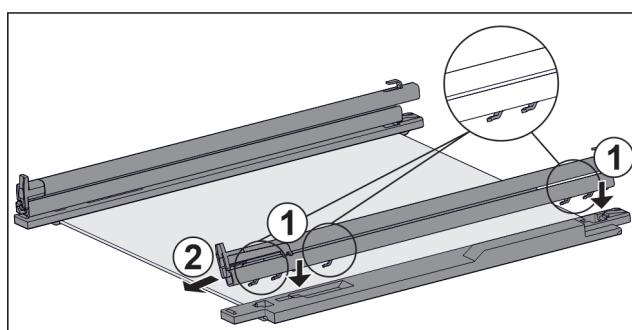

Fig. 55 Стеклянная пластина с направляющими и крепежными элементами
- ▶ Поместите крючки направляющей в отверстия **левого** крепежного элемента. *Fig. 55 (1)*
- ▶ Потяните направляющую вперед. *Fig. 55 (2)*
- ▶ Поместите крючки направляющей в отверстия **правого** крепежного элемента. *Fig. 55 (1)*